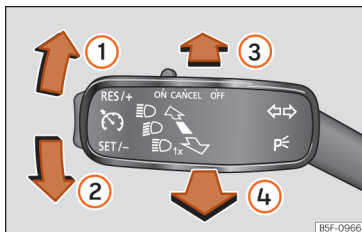

Fig. 116 Leva degli indicatori di direzione e degli abbaglianti.
- Dalla posizione di base, spingere in avanti la leva degli indicatori di direzione e degli abbaglianti » **fig. 116** . Quando viene visualizzata la spia  nel display del quadro strumenti, il comando automatico degli abbaglianti sarà attivo.
- **OPPURE:** con le luci abbaglianti accese, spostare la leva degli indicatori di direzione e degli abbaglianti all'indietro. » **fig. 116** .